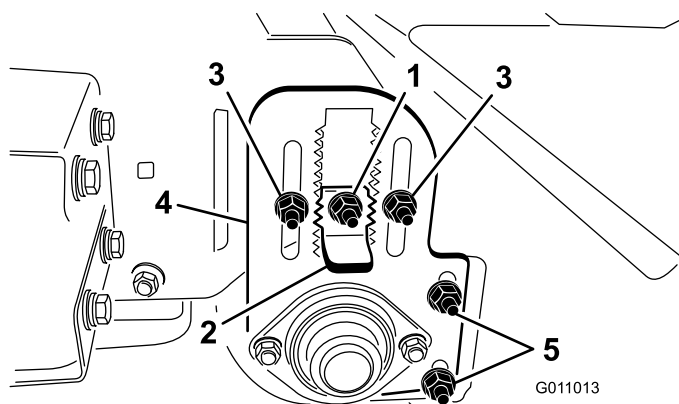

Figura 18
3. Desaperte a porca de bloqueio na chave de ajuste de altura (Figura 18) para que possa ser puxada cerca de 13 mm.
- Solte as porcas de bloqueio de ajuste da altura do cilindro (Figura 18).
- Puxe para fora a chave de ajuste da altura e desloque o cilindro traseiro para cima ou para baixo deslizando a chapa de ajuste da altura do cilindro para a altura desejada (Figura 18).
O raspador do cilindro (Figura 18) deve ser ajustado de forma a haver uma distância de 1,5 mm entre o raspador e o rolo. Solte as porcas de ajuste do raspador do rolo, coloque o rolo como desejado e aperte as porcas.